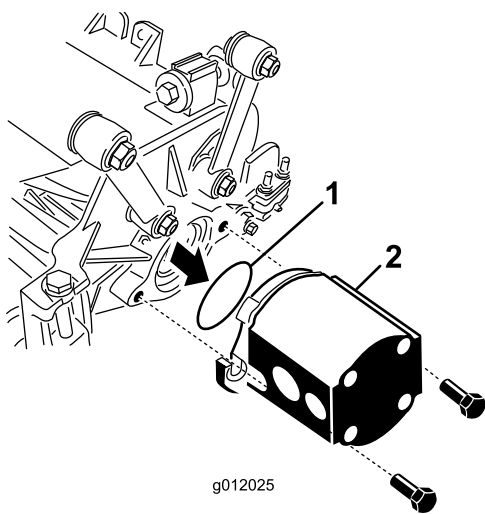

Figure 25
5. Placez le joint torique (fourni avec l'unité de coupe) sur le flasque du moteur d'entraînement (Figure 25).
6. Montez le moteur du côté entraînement de l'unité de coupe et fixez-le avec 2 vis d'assemblage fournies avec l'unité de coupe (Figure 25).